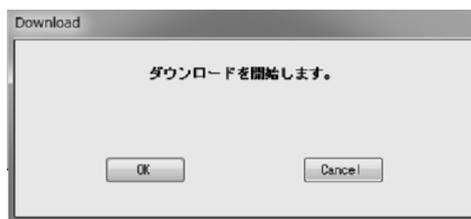

図175
- ⑥ メッセージボックス(図175)が表示されますので、変換器ヘデータをダウンロードする場合は「OK」ボタンをクリックしてください。